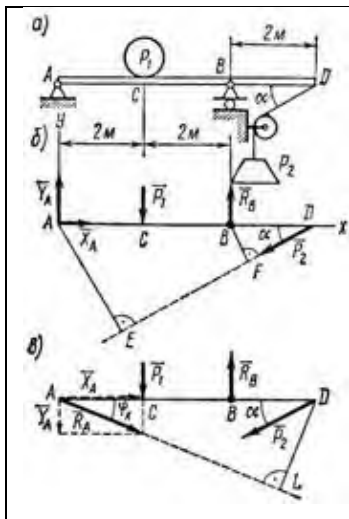

Рисунок 13
4. На консольную балку, имеющую в точке А шарнирно-неподвижную, а в точке В шарнирно-подвижную опору, действуют две сосредоточенные нагрузки: $P_1 = 18$ кН и $P_2 = 50$ кН, как показано на рис. 13, а; угол $\alpha = 40^\circ$. Определить реакции опор балки.